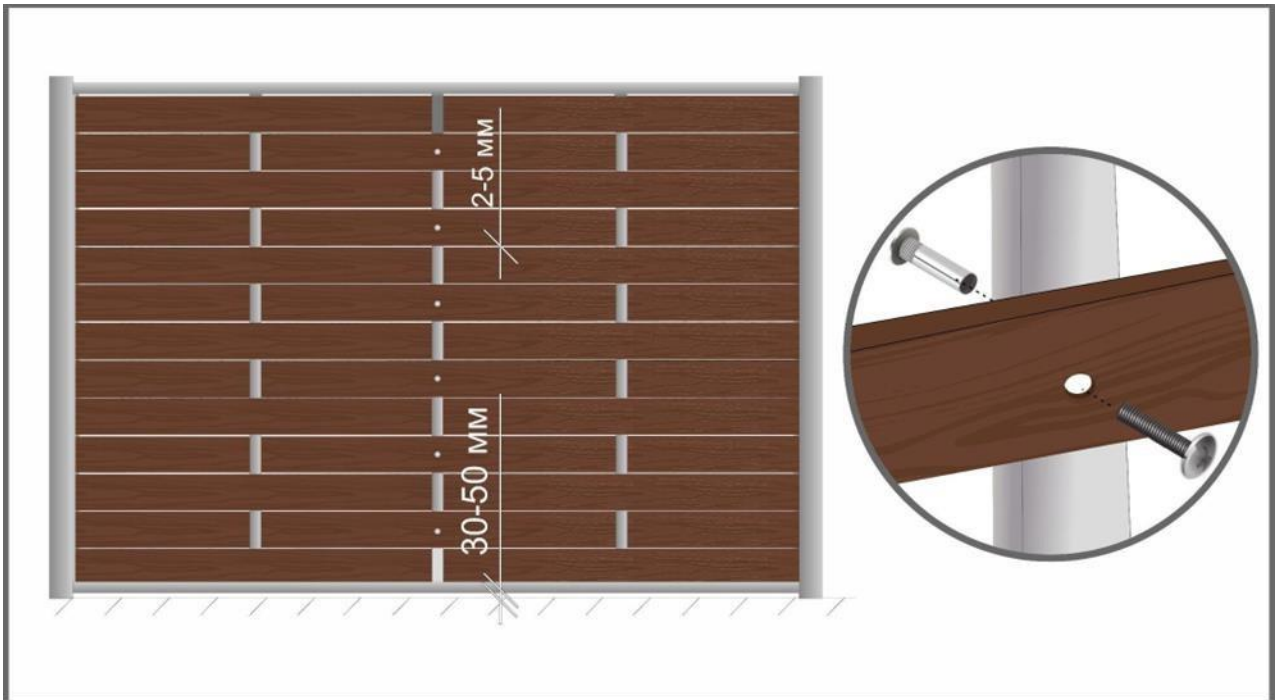

Рис. 4
- При монтаже доски необходимо соблюдать зазоры. Между заборными досками необходимо оставлять зазор в 5 мм для линейного расширения доски при температурных перепадах. (Рис. 4).